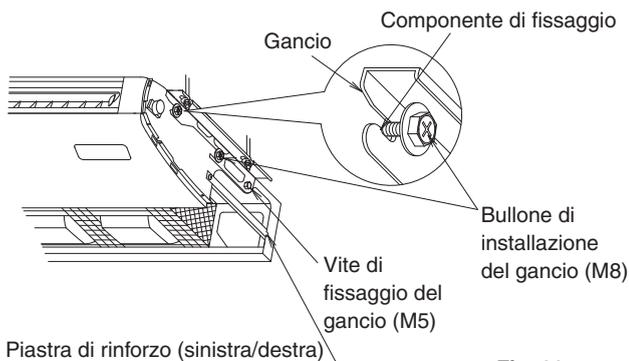

Fig. 11
(Fare riferimento alla Fig. 11)
- (4) Stringere adeguatamente i bulloni d'installazione dell'attacco di sospensione (M8) in 4 punti. (Fare riferimento alla Fig. 11)